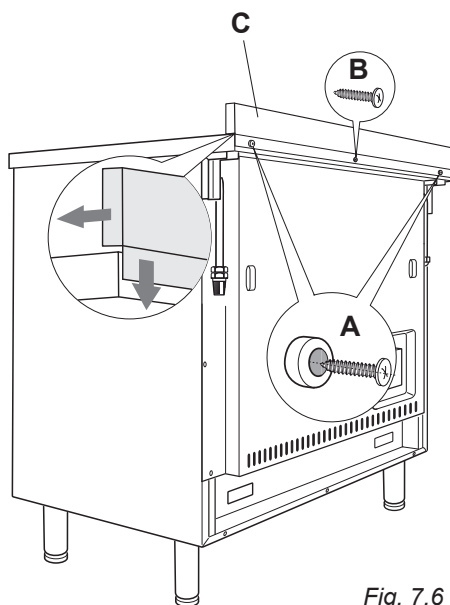

Fig. 7.6
- Togliere i distanziatori "A" (fig. 7.6) dal lato posteriore del piano di lavoro svitando la vite di fissaggio.
- Applicare l'alzatina come evidenziato in figura e fissarla rimontando i distanziatori "A" e la vite "B" (fig. 7.6).